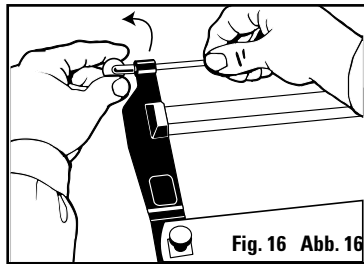

Fig. 16 Abb. 16
1. Desserrer le bouton de tension mais ne pas le détacher (Fig. 16).
1. Afloje la perilla de tensión pero no la quite totalmente (Fig. 16).
1. Lockern Sie den Spannkopf, aber entfernen Sie ihn nicht (Abb. 16).